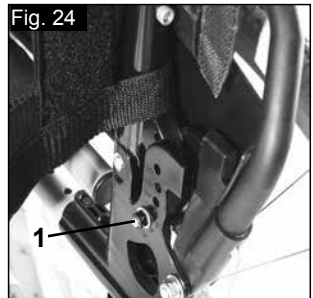

Fig. 24
L'angolo dello schienale può essere regolato in 6 posizioni diverse (5° in avanti, 0°, 5°, 10°, 15° e 20° indietro). Per regolare l'angolo, rimuovere la vite (1), impostare l'angolo desiderato e stringere nuovamente la vite (Fig. 24).